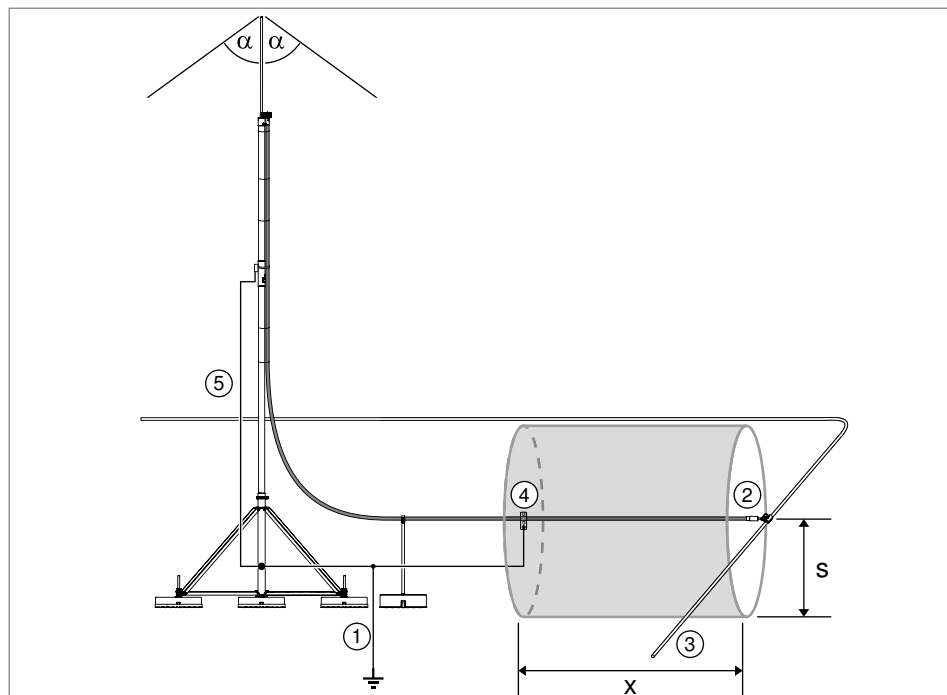

Abb. 51: Mindestabstand (x) zwischen Anslusselement und Potentialausgleich
Die schwarze, schwach leitfähige Schicht der isCon®-Ableitung muss in den Schutzpotentialausgleich des zu schützenden Objektes (siehe Abb. 51 Nr. ①) eingebunden werden. Dabei ist wichtig, dass zwischen dem Anslusselement der isCon®-Ableitung ② an der blitzstromführenden Leitung ③ und der davor liegenden Potentialanschlussklemme ④ ein bestimmter Mindestabstand (x) eingehalten wird, um eine Gleitentladung entlang der hochspannungsfesten isCon®-Ableitung zu verhindern.
- Im Bereich vom Potentialanschluss zum Anschlusselement in einem Umkreis vom berechneten Trennungsabstand s (siehe Abb. 51) keine elektrisch leitfähigen oder geerdeten Teile positionieren. Dazu gehören z. B. metallische Konstruktionsteile, Leitungshalter und Armierungen.